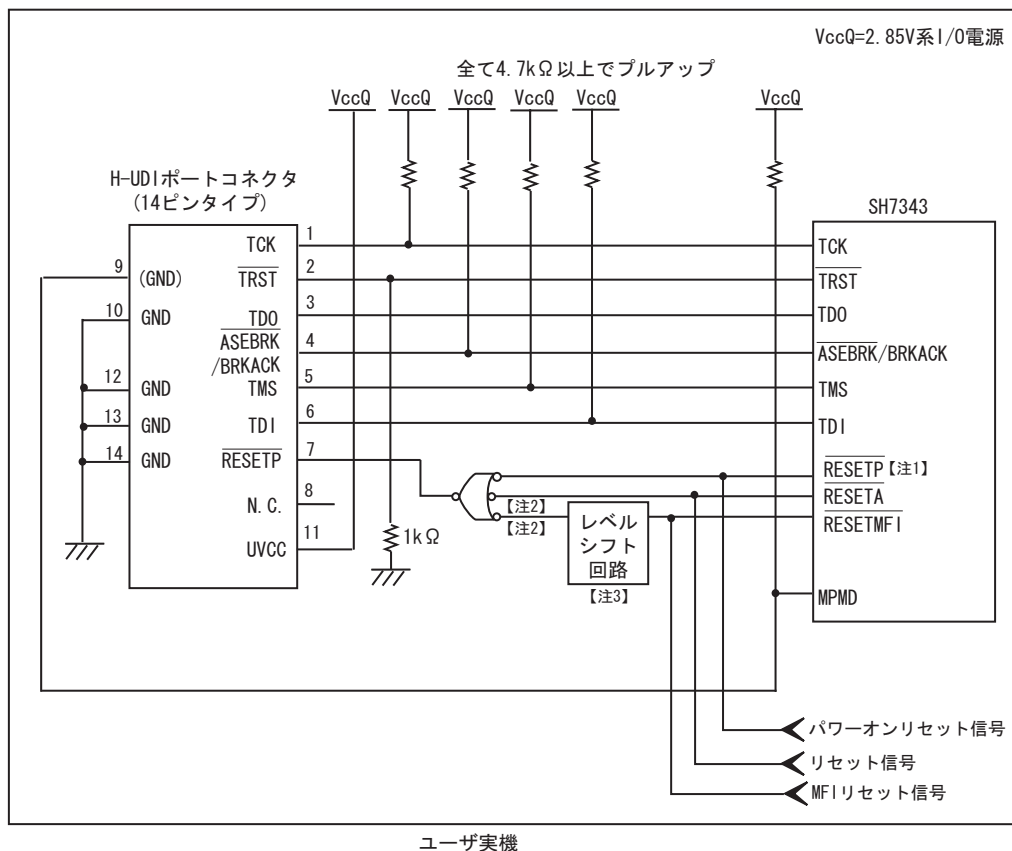

図 1.4 E10A-USB 使用時の H-UDI ポートコネクタ - チップ間の推奨接続例(14 ピンタイプ)
3. VccQ\_MFI を 1.8V でご使用の場合、信号のレベルを合わせるため、図 1.4 のレベルシフト回路が必要となります。